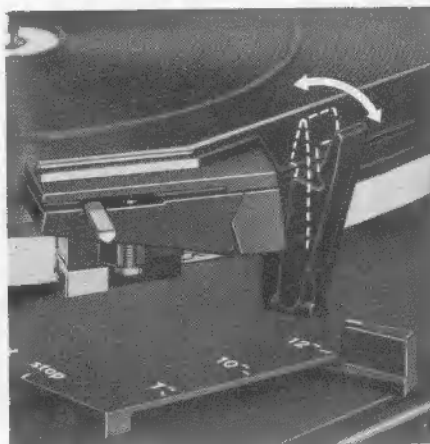

Fig. 8
Dann wählen Sie die erforderliche Plattenteller-Drehzahl ②, stellen Sie die Schiebetaste ① auf den Schallplatten-Durchmesser (17, 25 oder 30 cm, bzw. 7, 10 oder 12") ein und entriegeln den Tonarm (Fig. 8). Nun ist das Gerät betriebsbereit.
Bemerkung: Nach dem Spielen der Schallplatte oder der letzten Platte eines Stapels kehrt der Tonarm automatisch auf seine Stütze zurück. Das Gerät schaltet sich aus. Es empfiehlt sich, nach Beendigung des Spieles den Tonarm zu verriegeln (Fig. 8).